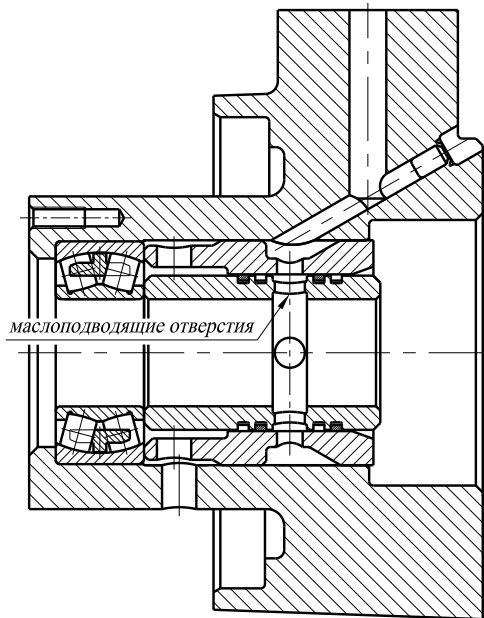

Рис. 14. Установка распорных втулок в корпус привода вентилятора
3. Установку распорных втулок в корпус привода необходимо проводить, как показано на рис. 14, чтобы обеспечить совпадение маслоподводящих отверстий.